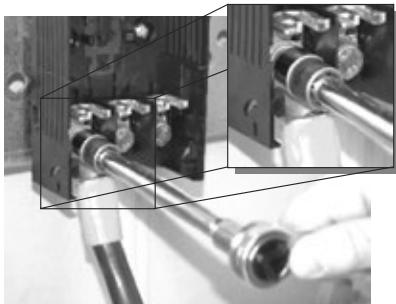

Figura 11
- Fije los conductores con M5 (Figura 12) con esfuerzo de torsión 3 Nm o adjuntar los conductores como se muestra en la Figura 11 (tornillo M6 con esfuerzo de torsión de 3 Nm);